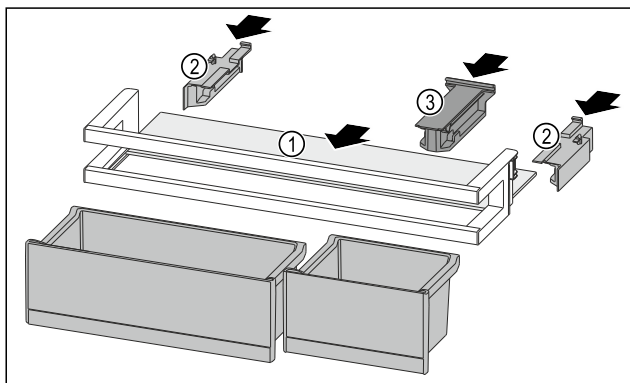

Fig. 261
- Inserire il ripiano Fig. 261 (1) negli incavi laterali.
- Inserire gli elementi laterali Fig. 261 (2).
- Inserire l'elemento di tenuta Fig. 261 (3).